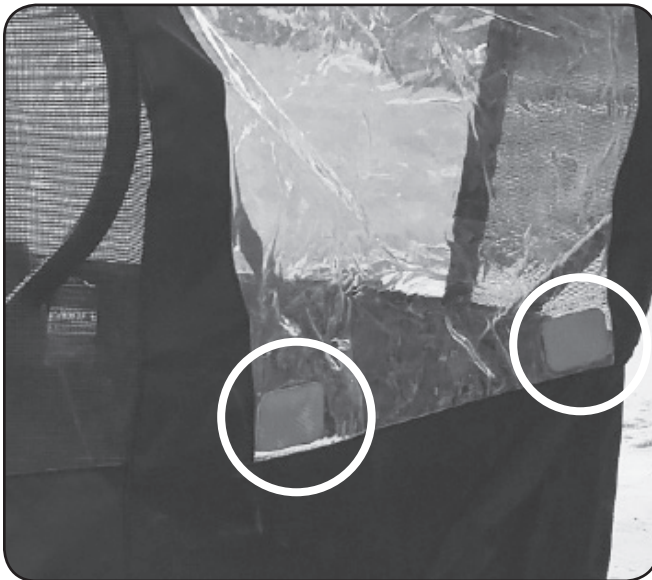

Figura 3-10
2. Quite la cinta de protección de las etiquetas refractantes y coloque las etiquetas en el exterior de la cabina como se indica en la Figura 3-10.